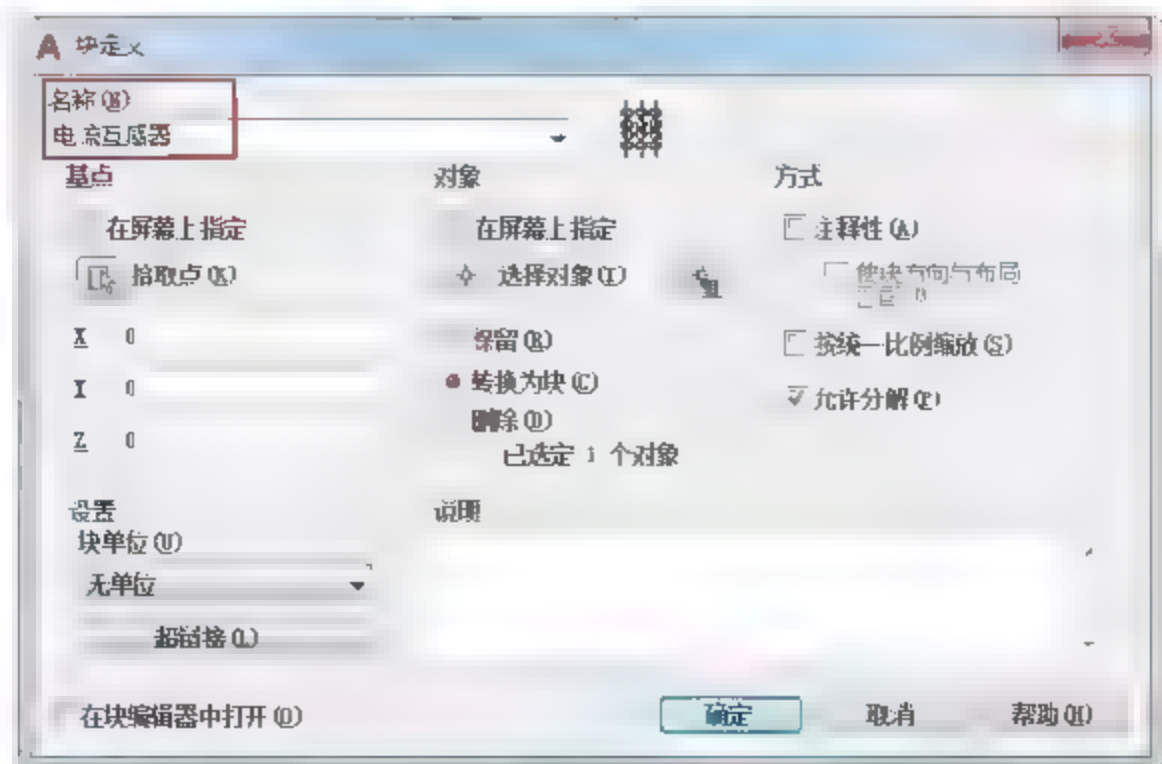

图9-13 【块定义】对话框
- 05 选择菜单【绘图】|【块】|【创建】命令，选择绘制好的图形，指定左引线的下端点为基点；在【块定义】对话框中将其命名为【电流互感器】，如图9-13所示。